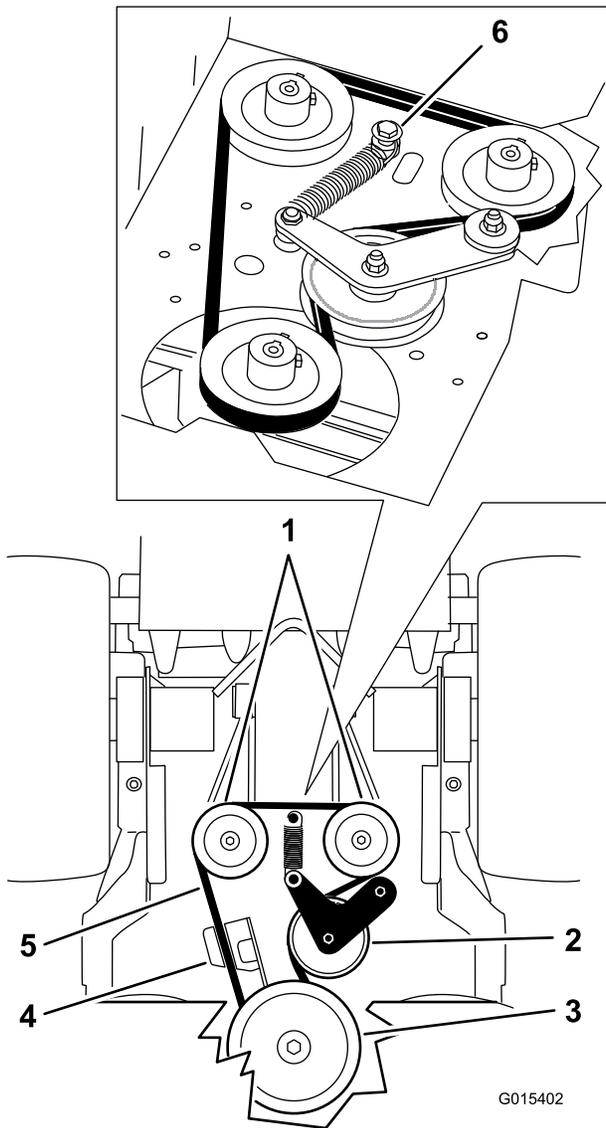

図 67
5. スプリングに接続されているショルダボルト、ナット、ワッシャをエンジンデッキから外す 図 67。
6. ポンプ駆動ベルトを取り外す 図 67。
8. スプリングをショルダボルトとワッシャに取り付け、ナットでエンジンデッキに接続する 図 67。